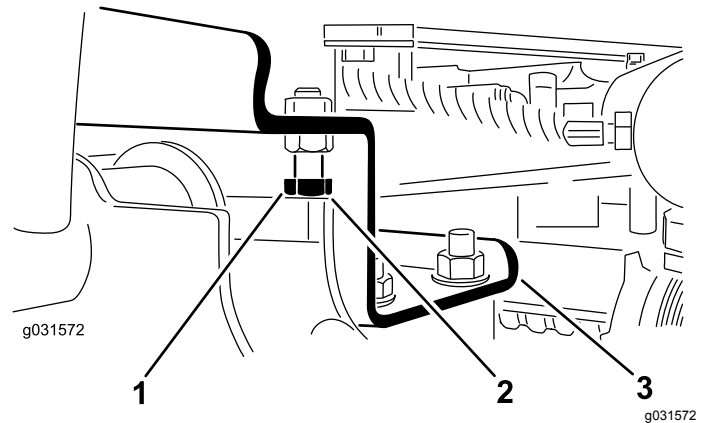

Figura 12
- A. Allentate i bulloni di arresto (Figura 12).
2. Assicuratevi che la distanza tra ciascun braccio di sollevamento e il bullone di arresto sia pari a 0,13–1,02 mm, come illustrato nella Figura 12.